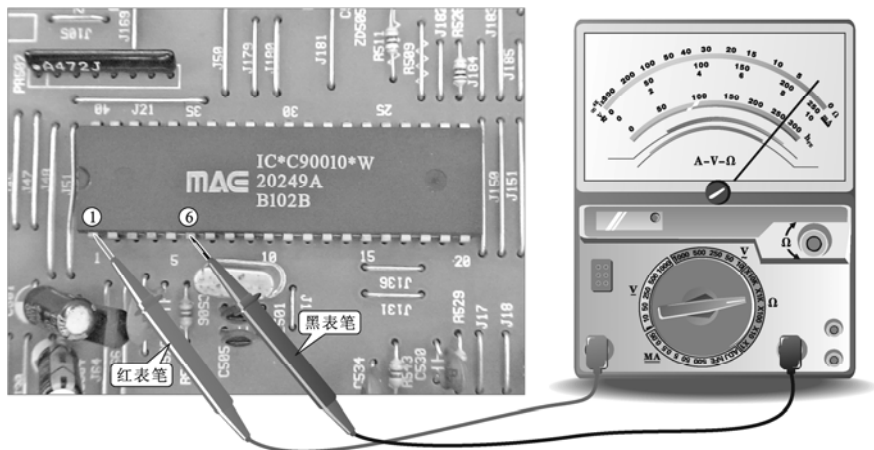

图 4-25 20249A①脚的正向电阻值
另外，在断电的情况下还可以通过测量引脚之间的阻抗来判别其是否正常。其具体方法是：将万用表的黑表笔接微处理器的⑥接地引脚，红表笔逐脚测量对地电阻，然后交换红、黑表笔再次进行测量。图 4-25 为黑表笔接地，红表笔接①脚时的操作方法，此时万用表显示的数值为 3.5 k $\Omega$ ，其他引脚的检测方法与其相同。表 4-3 为静态下测得的微处理器各引脚阻抗的正常值。